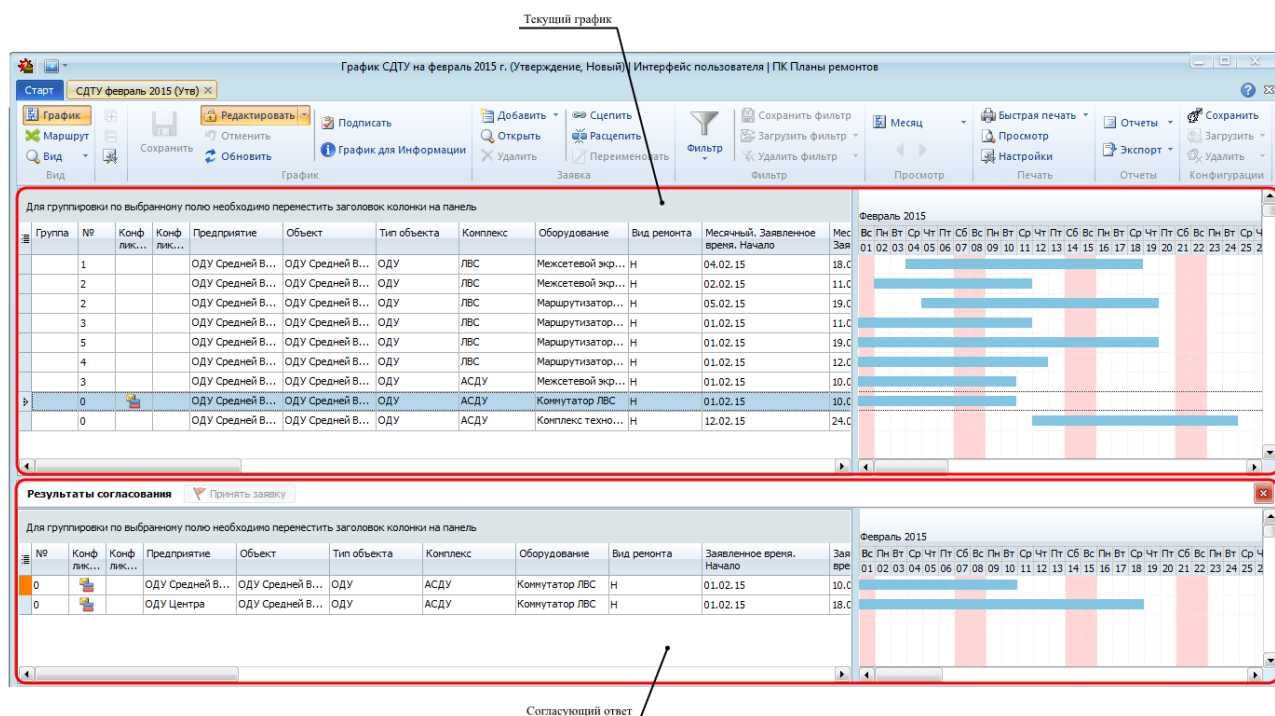

Рисунок 10.33 – Режим просмотра графика «Результаты согласования»
- **«Результаты согласования».** Данный режим необходим для просмотра результатов согласования и принятия решений на основе полученного согласующего ответа (см. раздел «12.3.6 Принятие решения после согласования»). Включение режима осуществляется выбором пункта «Результаты согласования» из раскрывающегося списка по кнопке « Вид» (Рисунок 10.30). При включении режима для выделенной заявки в области параллельного просмотра отображаются версии заявок из согласующего ответа (график с уровня согласования) (Рисунок 10.33). Данный режим просмотра недоступен для выбора в графике с типом «Моделирование» и в графике с целью «Уведомление».